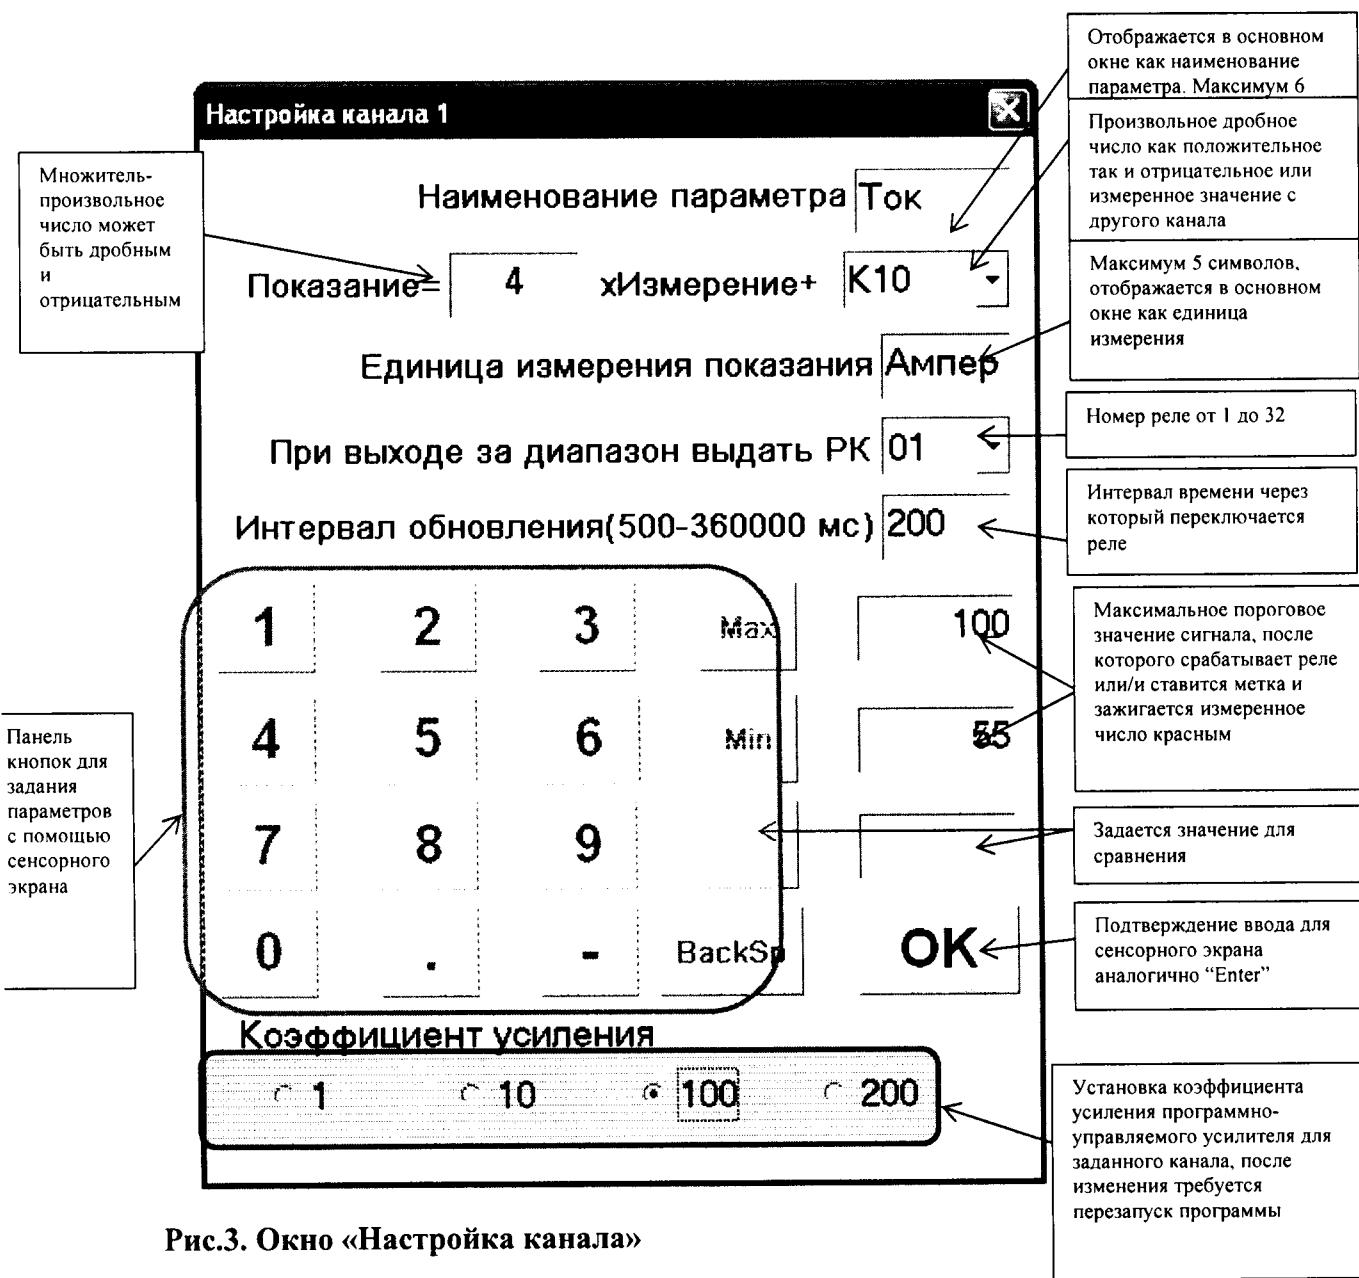

Рис.3. Окно «Настройка канала»
В центре каждой пронумерованной ячейке размещены измеряемые системом в текущий момент значения, которые могут быть отмасштабированы или переведены в физическую величину с помощью настроек в окне «Настройки канала» см. рис.3. Все окна настроек находятся в меню File:
- опция отметок переключения цифровых выходов в файле в виде меток, которые отображаются в программном обеспечении S-Recorder. При подключении платы или 2-х плат реле к цифровому выходу систем ПО «Voltmetr» управляет реле в соответствии с установленными в окне «Настройка канала» см. рис.3 параметрами.